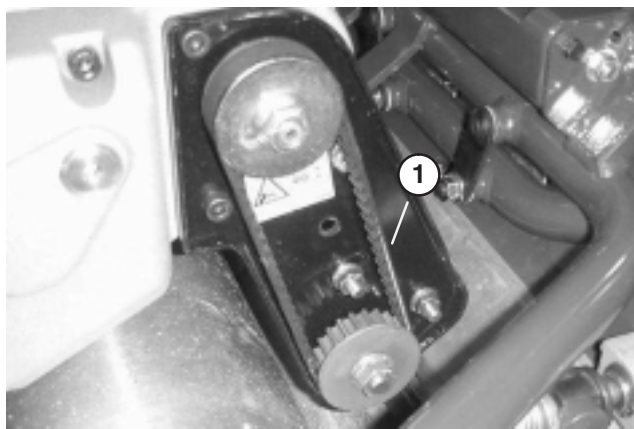

Figure 41
2. Contrôlez la tension de la courroie (Fig. 41) en exerçant une force de $1,8 \pm 0,45$ kg à mi-distance entre les poulies. La courroie doit présenter une flèche de 6,4 mm. Si ce n'est pas le cas, passez au point suivant.